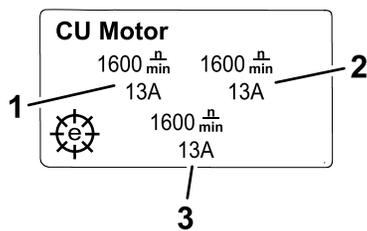

図 22
- **カuttingユニットのモータ画面 図 22**: 各カuttingユニットのモータの速度と電流値を表示します。